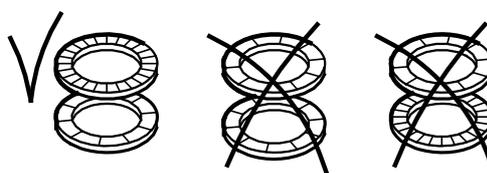

Рис. 20 Правильная установка шайб
12. Установить рабочее колесо (поз. 49), хомут (поз. 64c), шайбы (поз. 66) и гайку (поз. 67). См. рис. 20.